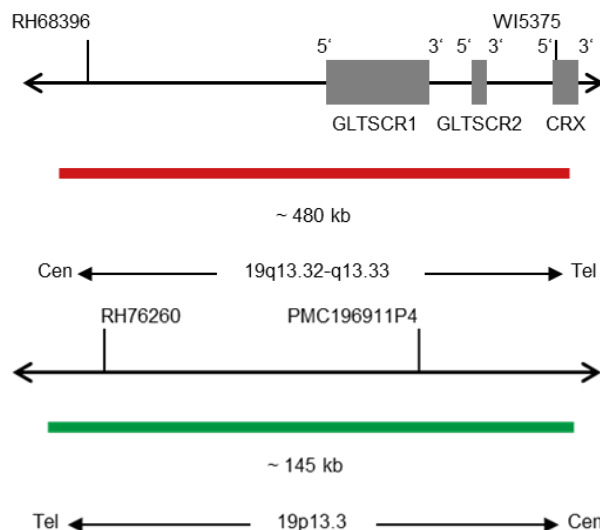

Fig. 1: En haut : Carte de la sonde SPEC 19q13 ; En bas : Carte de la sonde SPEC 19p13 (pas à l'échelle)
- Polynucléotides marqués aux dinitrophényles (~0,8 ng/ μ l), qui visent la cartographie des séquences dans 19q13.32-q13.33* (chr19:47,857,776-48,339,398) (voir Fig. 1).
- Polynucléotides marqués à la digoxigénine (~0,8 ng/ μ l), qui visent la cartographie des séquences dans 19p13.3* (chr19:815,938-962,244) (voir Fig. 1).